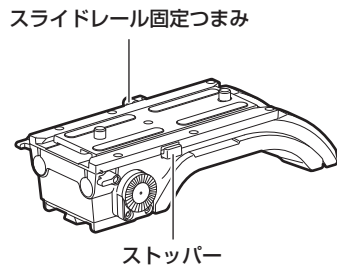

図 1
- 2 ストッパーを押しながら、スライドレールをショルダーマウントモジュールから外す。(図 1)